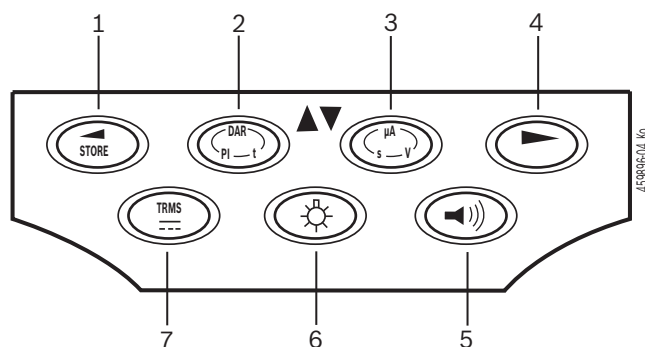
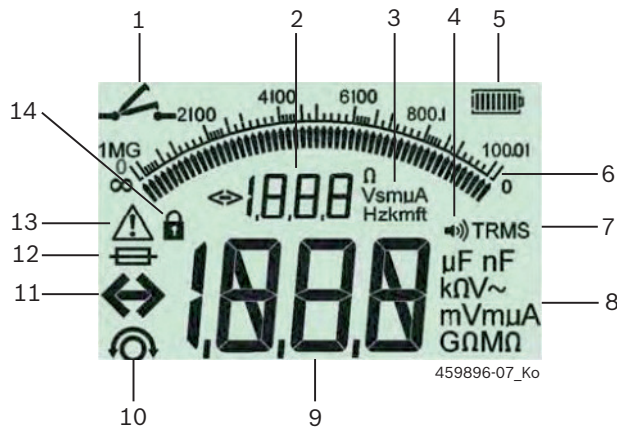
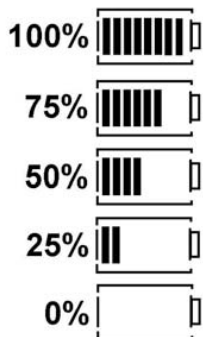

Fig. 3: Funktionstaster FSA 050
Fig. 5: LCD-display
Fig. 6: Ladetilstand batterier
LCD-displayets baggrundsbelysning (fig. 3, pos. 6) kan vælges, når FAS 050 er tændt. Baggrundsbelysningen slukker automatisk efter 20 sekunder.
Summeren (fig. 3, pos. 5) kan aktiveres til gennemgangsmålingen. Symbolet vises på LCD-displayet (fig. 5, pos. 4).
- 7 Symbol for TRMS (AC)
Batteriernes aktuelle ladetilstand vises altid på LCD-displayet (fig. 5, pos. 5). Antallet af bjælker viser batteriernes ladetilstand i procent (fig. 6)
Symbolet for en defekt sikring (fig. 5, pos. 12) blinker på LCD-displayet, når den interne sikring i FSA 050 er sprunget efter en overbelastning.
Ved kommunikation via Bluetooth vises **BT** (fig. 5, pos. 2) i ca. et sekund på LCD-displayet efter tryk på udvalgstasten ► (fig. 3, pos. 4).